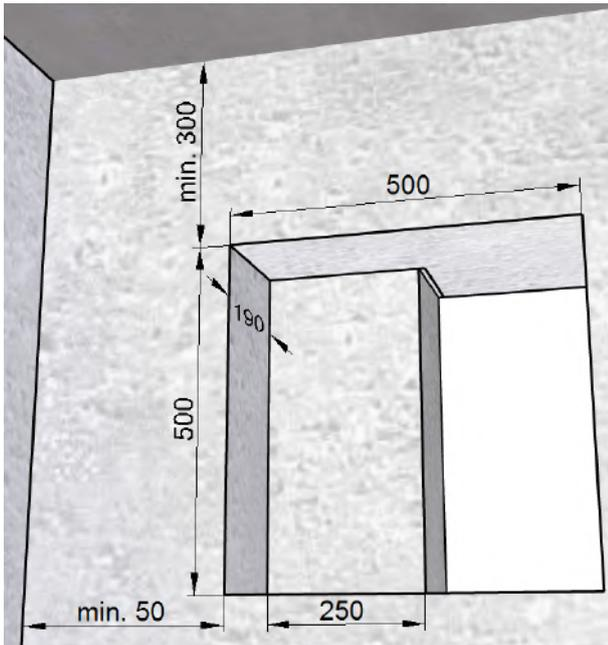

Abb. 8: Mauerdurchbruch für Montageset **ohne** Füllstück, Maße in Millimeter
- Mauerdurchbruch mit Nische (siehe Abb. 8 auf Seite 14) für Montageset **ohne** Füllstück M-WRG-M/Fü
- Mauerdurchbruch mit Nische (siehe Abb. 8) für Montageset **ohne** Füllstück M-WRG-M/Fü